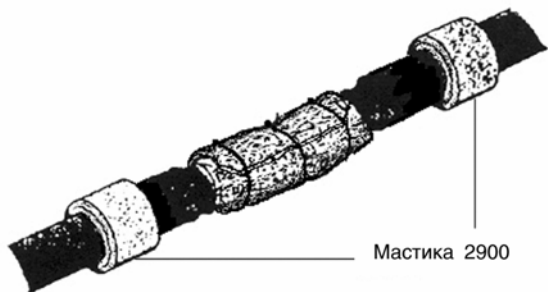

Рис. 10.14. Наложение мастики 2900R на оболочку кабеля
10.2.10. Возле экранированных соединителей на оболочку кабеля наложить один слой мастики 2900R (рис. 10.14)